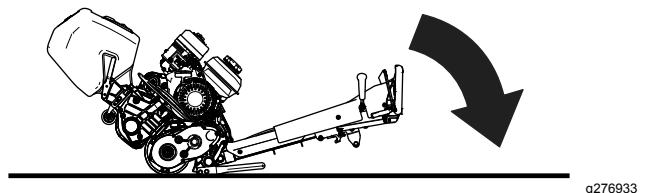

Figura 9
2. Abbassate al suolo la maniglia della motrice per potere accedere all'apparato di taglio (**Figura 9**).